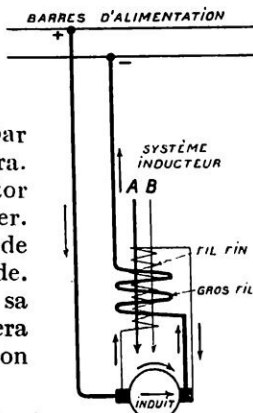

FIG. 6. — MOTEUR A EXCITATION COMPOUND, A FLUX TOTALISÉS (DOUBLE ENROULEMENT INDUCTEUR, COURANT CONTINU)
c) *Moteur compound.* — Dans les filatures et ateliers de tissage, suivant le genre du métier employé et la nature du travail à produire, on emploie généralement des moteurs *compound* (composé) (fig. 6 et 7).
*Mêmes enroulements que sur la figure précédente (fig. 6), mais les directions des flux magnétiques sont telles que les deux flux A et B se retranchent. Le couple de démarrage passe par un maximum avec l'accroissement du courant ; et, comme la vitesse reste sensiblement constante, lorsque le couple résistant croît, ce type convient pour les métiers à filer dits « continus » exigeant une vitesse assez constante.*